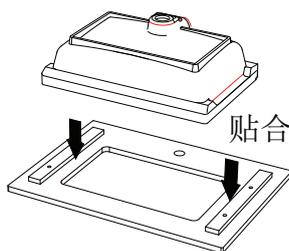

图3
- 3) 如图3所示，翻转洗面盆，在边缘上均匀涂满硅胶，然后对准标记位置，将洗面盆倒扣在台面底部。